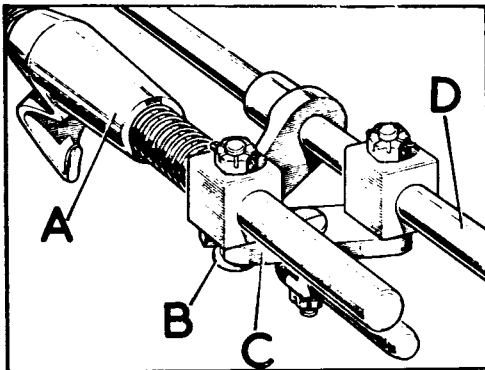

Fig. C1-61 Conjunto de las barras correderas
- 4.1. Enlazar las dos barras correderas, A y D (Fig. C1-61) por medio de la pieza de conexión, C, y los tornillos especiales, B.